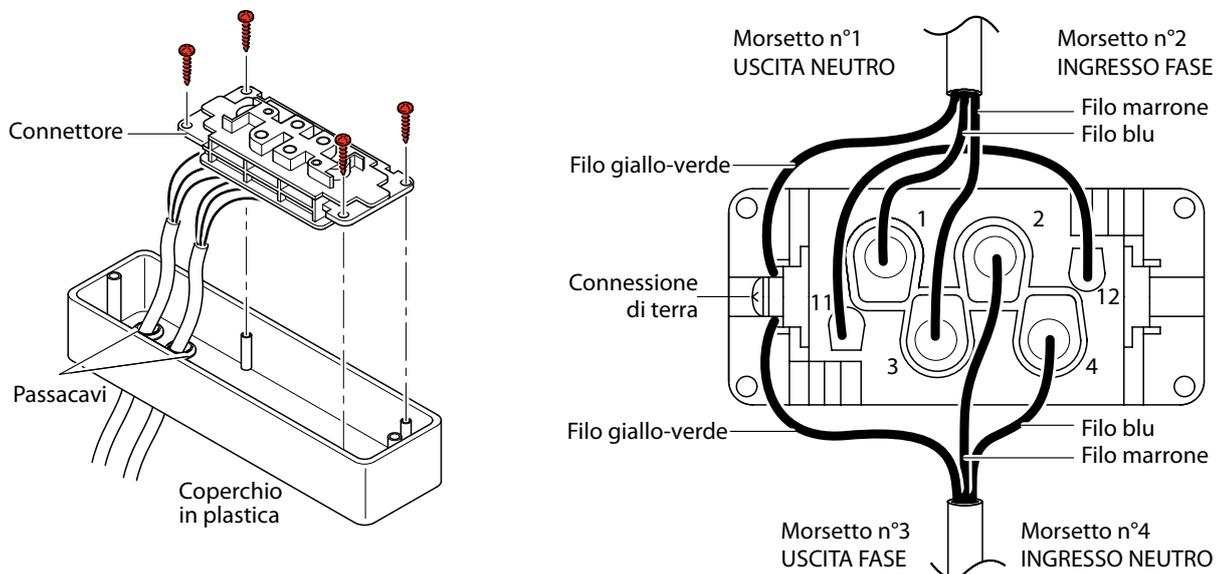

Fig. 7.
5. Inserire il connettore nel coperchio in plastica fissandolo con le apposite viti, quindi infilare i cavi negli appositi fori assicurandoli tramite i due passacavi (vedi fig. 7).